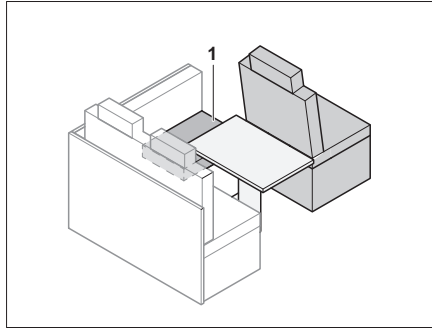

Bild 140 Före ombyggnaden
- Lägg sittdynan (Bild 140,1) åt sidan.